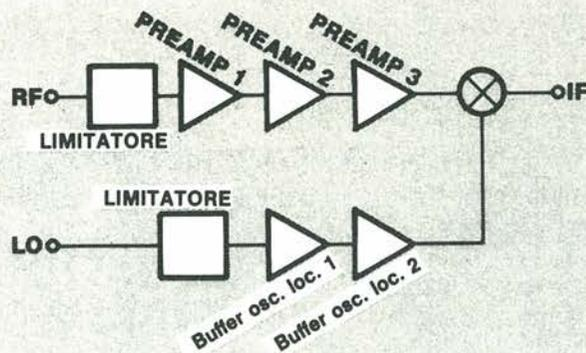

Figura 2. Schema funzionale a blocchi, che indica la disposizione fondamentale del progetto di un circuito integrato al Ga As.
Il circuito integrato del ricevitore (figura 1) ha le dimensioni di 1 x 1,65 mm e contiene i limitatori, tre stadi preamplificatori in radiofrequenza, un miscelatore a doppio bilanciamento e due stadi buffer per l'oscillatore locale (figura 2). L'integrato contiene anche i circuiti necessari per il limitatore, il controllo automatico di guadagno e le funzioni di polarizzazione (figura 3). La presenza di diodi limitatori a barriera di Schottky agli ingressi di alta frequenza (RF) e dell'oscillatore locale (LO) produce un effetto trascurabile sul costo complessivo del circuito integrato, mentre elimina la necessità di componenti esterni destinati al medesimo scopo. I circuiti limitatori rendono anche minimo lo scarto di circuiti integrati dovuto a scariche di elettricità statica durante i collaudi.